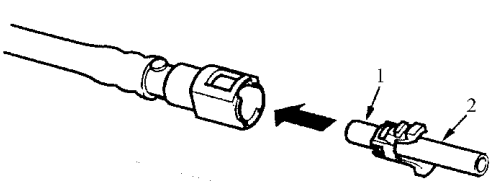

图 3-43 检查管路接触区
4) 如图 3-43 所示，检查管路的接触区有无污垢或损坏。如果表面肮脏，则加以清洁。如果表面锈蚀或损坏，则更换燃油泵、燃油滤清器或燃油输送管路。